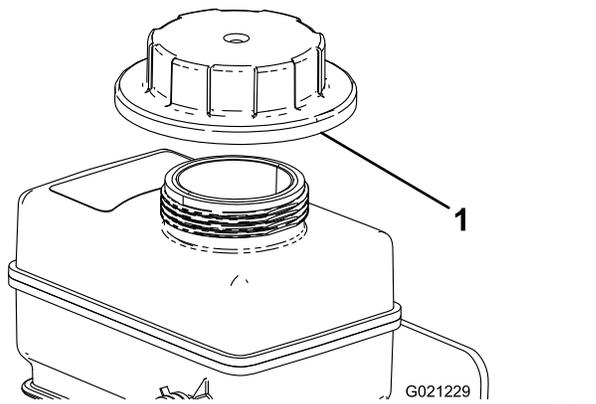

Figura 76
8. Encha lentamente o depósito de reserva de líquido de arrefecimento até que o nível atinja a parte inferior do tubo de enchimento (Figura 76).
9. Coloque a tampa no depósito de reserva de líquido de arrefecimento (Figura 76).